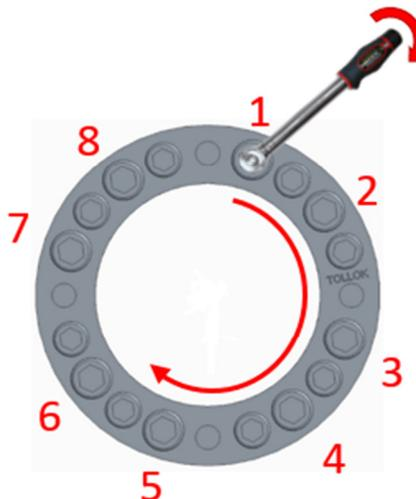

Imagen 5
11. De nuevo con la llave dinamométrica ajustada al 100% del par de apriete (**Ms**) indicado en el catálogo (ver *Tabla 1*) para los **tornillos de mayor métrica** y comenzando por el tornillo n.º 1, repasar todos los tornillos en sucesión circular hasta completar una vuelta (ver *Imagen 5*); efectuar esta operación hasta que los tornillos no giren; en cada vuelta cada tornillo debe ser apretado una sola vez.